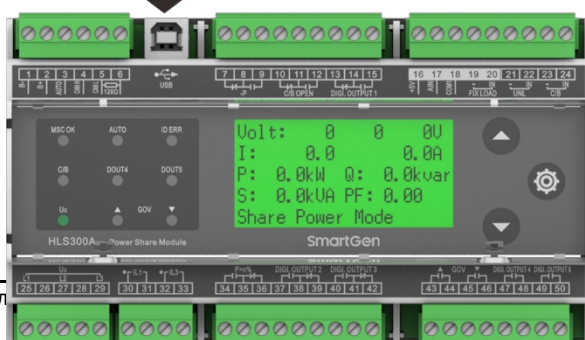

Рис. 2 Тип підключення для програмування через ПК
**ПРИМІТКА:** Щодо підключення для програмування через ПК, під'єднайте ПК за допомогою USB-кабелю. Параметри можна налаштувати за допомогою програмного забезпечення нашої компанії для ПК. Див. рис. 2.